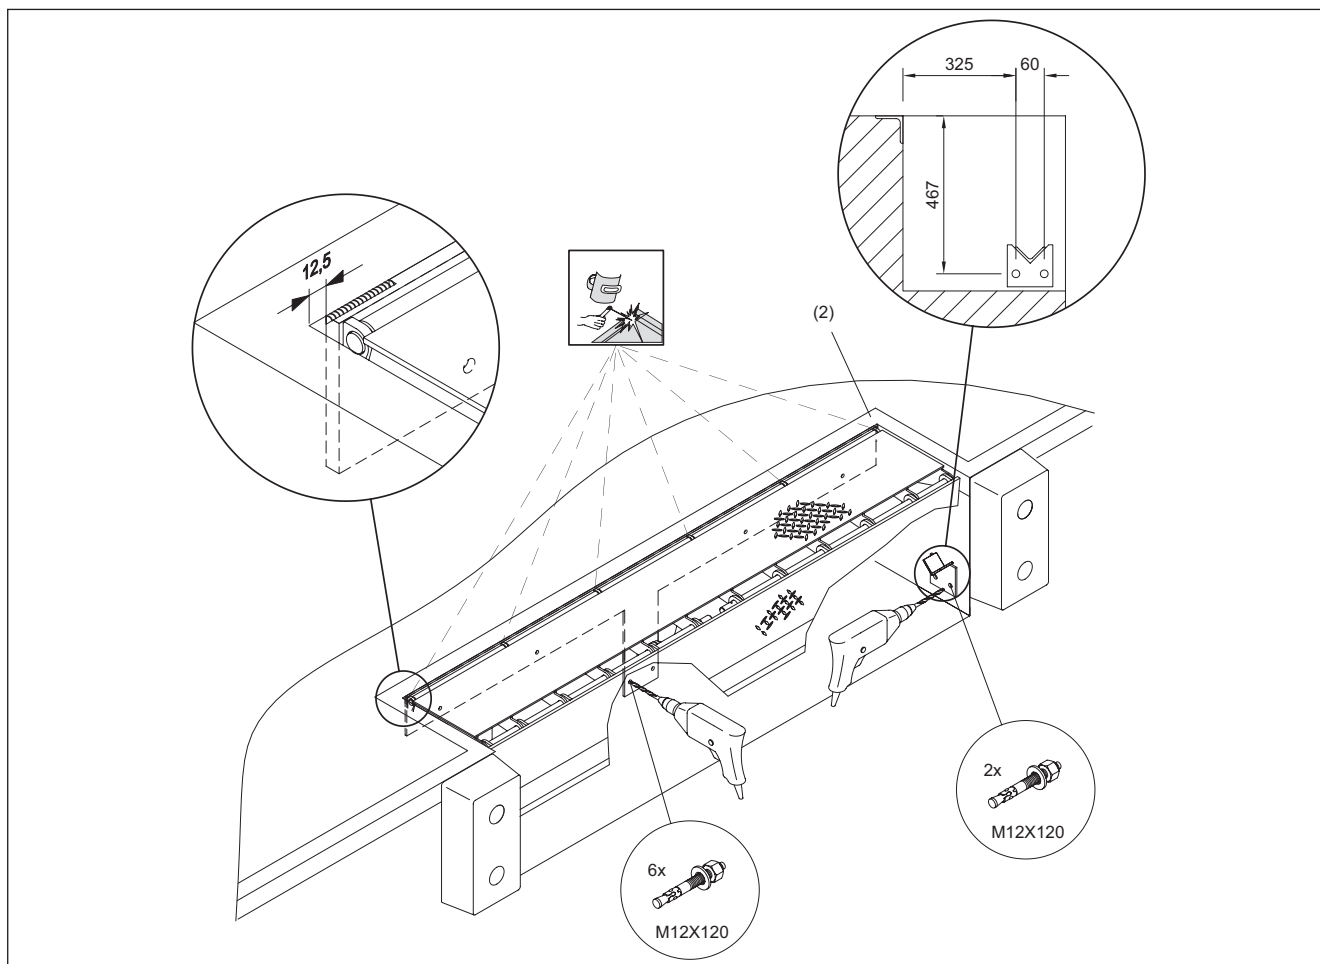

Рис. 1: Конструкция MLS для монтажа сваркой в подготовленный приямок
6.3.1 Тип MLS: монтаж сваркой в заранее подготовленный приямок, см. рис. 1